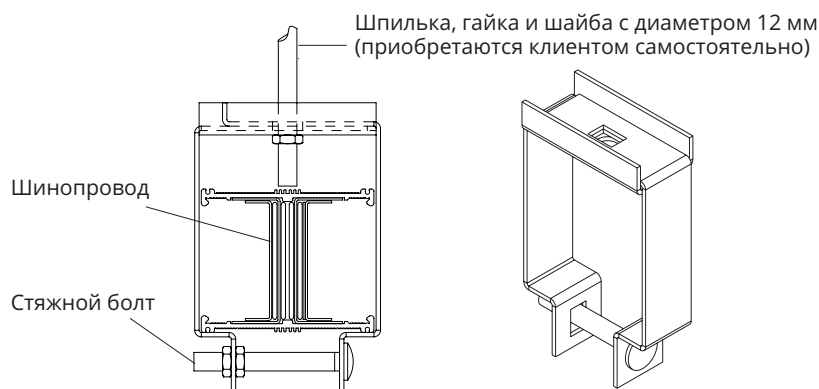

Рис. 6. Установка горизонтального крепления шинопровода на ребро
1. Подвесьте крепление на (12 мм) шпильке, поместив по гайке под и над держателем (рис. 6).